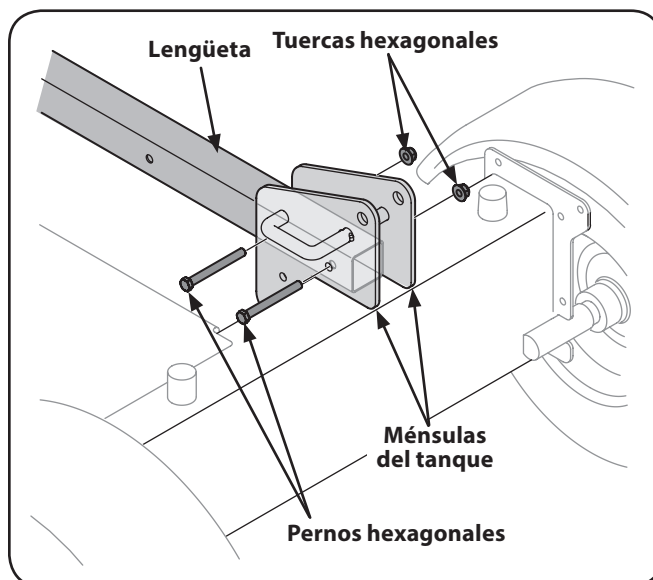

Figura 3-2
9. Con la máquina rompetroncos todavía sujeta a la base de la caja, extraiga dos pernos hexagonales y tuercas hexagonales del soporte del tanque y extraiga el trozo de madera que está en los soportes del tanque. Vea la Figura 3-2.
10. Alinee los orificios de la lengüeta con los orificios del soporte del tanque y fíjela con los elementos de ferretería que se acaban de retirar. Vea la Figura 3-2.